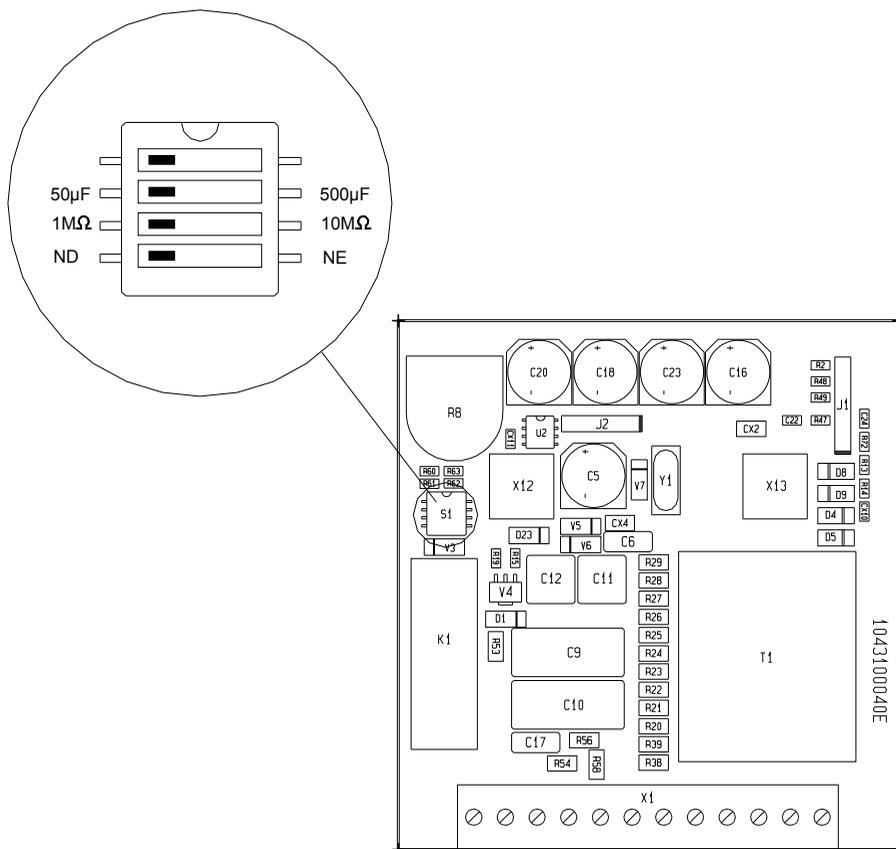

Abbildung 1
Der Relaiskontakt kann entweder als Ruhestrom- (NE) oder als Arbeitsstrom-Kontakt (ND) konfiguriert werden. Es empfiehlt sich die ND-Funktion, wenn das DIM-Q seine Versorgung vom IT-System erhält, da sonst eine Ausschaltung der Versorgung keinen Alarm ergibt. Abbildung 1 unten zeigt die Positionierung auf der Platine des DIP-Schalters S1 zur Auswahl der ND- oder der NE-Relaisfunktion. Die Platine ist unter der Abdeckung positioniert.
Das DIM-Q ist für den Meßbereich 0...1M $\Omega$  mit 22k $\Omega$  in der Skalenmitte oder für 0...10M $\Omega$  mit 220k $\Omega$  in der Skalenmitte lieferbar. Abbildung 1 zeigt die Positionierung des Schalters nach der Auswahl des Meßbereiches 1M $\Omega$  oder 10M $\Omega$ . Bitte beachten, bei gewünschter Änderung des Meßbereiches wird eine neue Skala benötigt. Austausch der Skala, siehe unten.